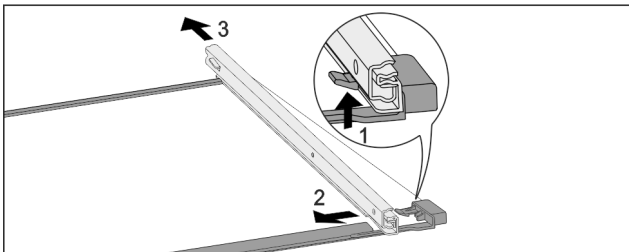

Fig. 244 Скляна пластина з рейками
- ▶ Натиснути передній гачок-фіксатор вгору. Fig. 244 (1)
- ▶ Виштовхніть виїзну рейку в сторону Fig. 244 (2) та назад Fig. 244 (3).